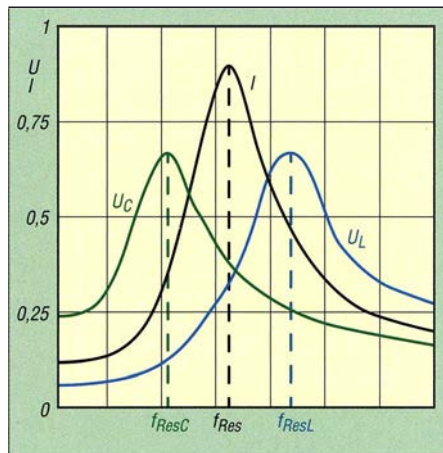

Bild 7: Verlauf des Stroms I und der Spannungen U_C und U_L bei einem stark gedämpften Reihenschwingkreis; es bilden sich drei Resonanzkurven aus.
Das Diagramm in Bild 6 auf der nächsten Seite gilt für kleine Wirkwiderstände. Bei großen Wirkwiderständen, also sehr kleinen Kreisgüten, ergeben sich Spannungs-kurven wie in Bild 7 auf der nächsten Seite. Die Maximalwerte der Spannungen weichen voneinander ab. Während der Maximalstrom sich bei der nach Gleichung (1) zu bestimmenden Frequenz ergibt, sinkt $f_{U_{Cmax}}$ bei sich vergrößerndem Wirkwiderstand ab und $f_{U_{Lmax}}$ steigt an. Die Gleichungen (2) und (3) beschreiben die Zusammenhänge [1].
Eine genaue Untersuchung der Komponenten des von einer Magnetantenne gebildeten Resonanzkreises ist nicht ganz einfach, da sich die angenommenen Einzelelemente L , R_V und U_{QG} in der Spule nicht kontaktieren lassen. Eine gesonderte Betrachtung der Spannungen und deren Phasenlage am internen Generator sowie an L ist nicht möglich. Eine Messung und ein Vergleich der Resonanzkurven wie in Bild 7 können daher so nicht erfolgen.
Frequenzen $f_{UL2\max}$ und $f_{I\max}$ sowie $f_{UC\max}$ verhalten sich wie die in Bild 7 gezeigten Resonanzkurven eines klassischen stark gedämpften Reihenschwingkreises.